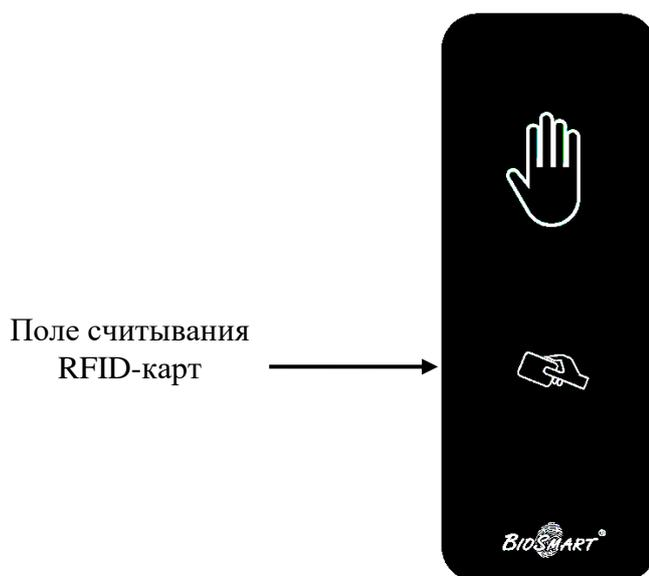

Рисунок 16 – Поле считывания RFID-карты
2.7.3 Для прохождения идентификации по карте (RFID-метке) приложите карту к полю считывания RFID-карт (см. рисунок 16).